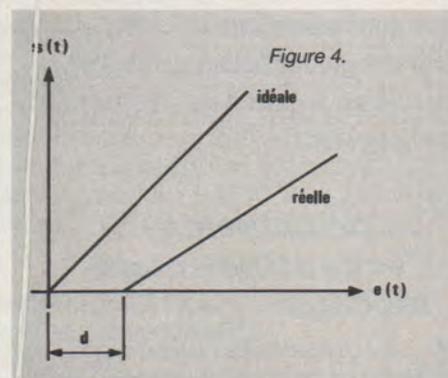

Figure 4.
Idéalement, la tension de sortie  $s(t)$  devrait, alors, reproduire exactement la tension  $e(t)$  appliquée sur l'entrée du dispositif. Dans un système de coordonnées  $(e(t), s(t))$ , la fonction de transfert de ce dernier est alors représentée par la bissectrice des axes de coordonnées (**figure 4**).
Dans la réalité, deux erreurs apparaissent, et conduisent à l'autre fonction de transfert représentée à la figure 4 :
- d'autre part, il apparaît un décalage entre  $e(t)$  et  $s(t)$ , matérialisé par la translation  $d$  sur la figure 4.